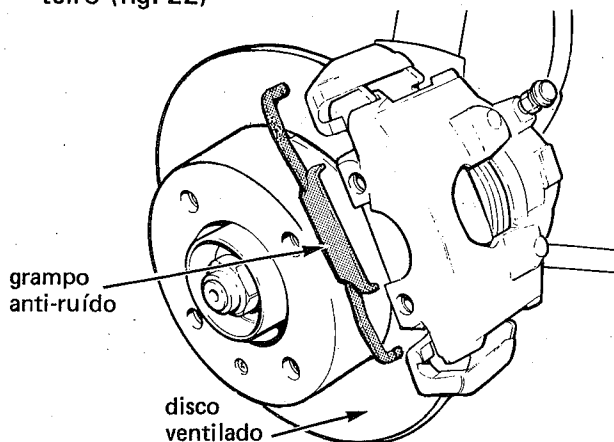

fig. 22
4. Remover o grampo anti-ruído do cilindro dianteiro (fig. 22)